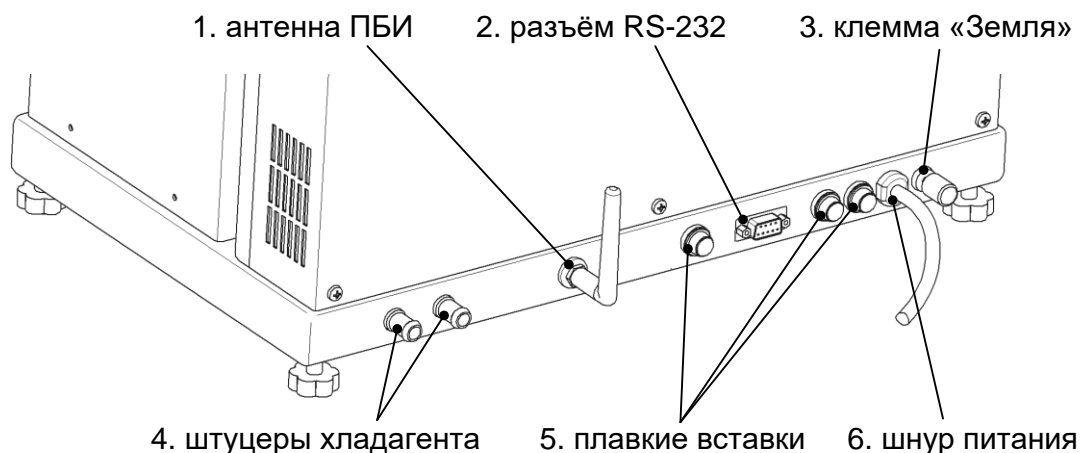

Рисунок 2 – Вид аппарата сзади
3.1.3 Аппарат должен быть подключен клеммой «Земля» (рисунок 2 на странице 4, позиция 3) к контуру заземления.